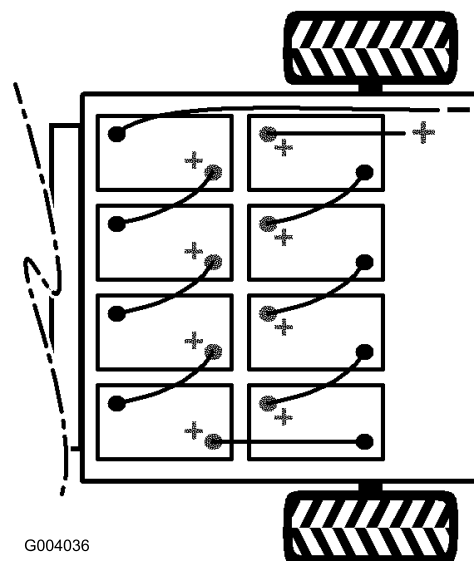

Figure 29
2. Débranchez de la borne de batterie le long câble noir négatif principal qui relie la rangée de batteries à la machine (Figure 29).
3. Débranchez de la borne de batterie le long câble rouge positif principal qui relie la rangée de batteries à la machine (Figure 29).
- Remarque:** Tenez compte de la polarité lors de la mise en place des batteries neuves (Figure 29).
9. Reliez les batteries entre elles avec les câbles retirés précédemment, comme illustré à la Figure 29.
10. Connectez le long câble rouge positif principal entre la rangée de batteries et la machine (Figure 29).
11. Connectez le long câble noir négatif principal entre la rangée de batteries et la machine (Figure 29).